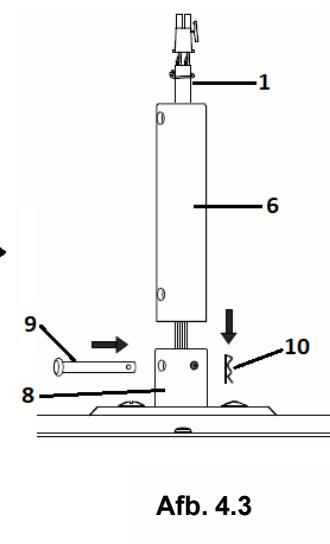

Afb. 4.1
1. Verwijder het kogelgewicht (2) en de deuvelpen (3) door de stelschroeven (4) van de onderstang (6) los te draaien. Verwijder de scharnierpen (9) door de vergrendelingsklem (10) te verwijderen. **OPMERKING:** **Gooi deze onderdelen niet weg, ze moeten later weer in elkaar gezet worden.** (Afb. 4.1)